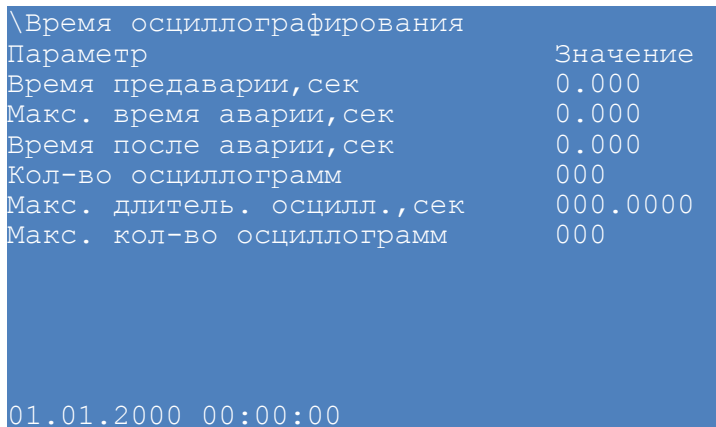

Рисунок 29 – Содержимое пункта меню **Время осциллографирования**
2.7.2.5.4 Пункт меню **Время осциллографирования** (см. рисунок 29) позволяет задавать следующие параметры осциллографирования: